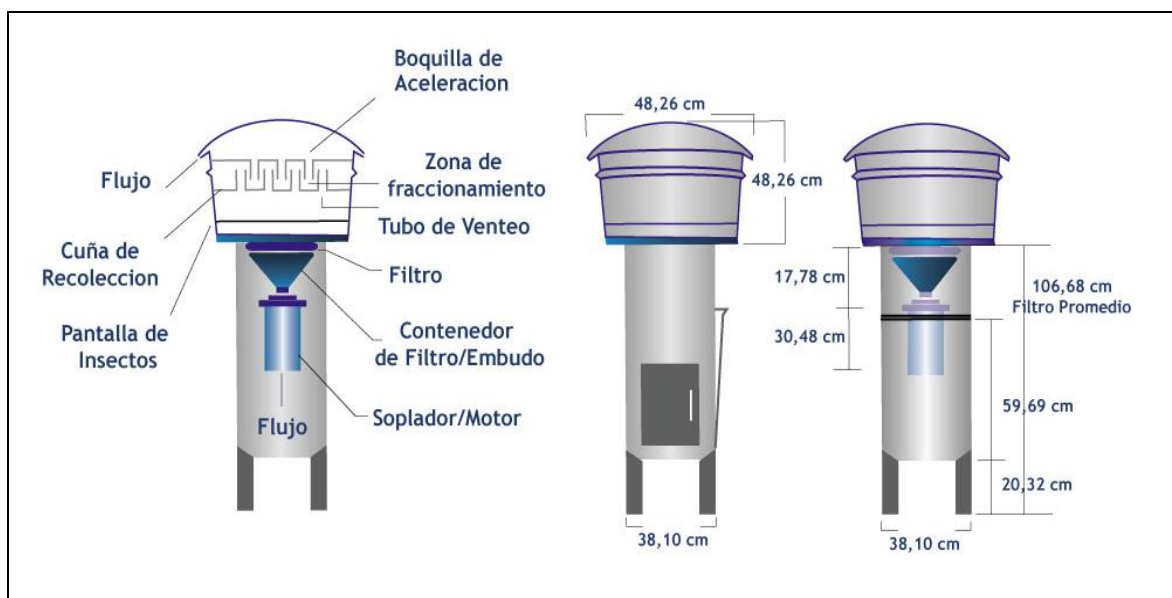

Figura 1. Muestreador Hi Vol PM10. Fuente: Manual de diseño del PMSCA.
**6.1.Método de Operación:** Un muestreador de alto volumen (muestreador activo) es un equipo que succiona una cantidad medible de aire ambiente hacia una caja de muestreo a través de un filtro durante un periodo de tiempo conocido, generalmente 24 horas (Ver Figura 1). El filtro es pesado antes y después para determinar el peso neto ganado. El volumen total de aire muestreado se determina a partir de la velocidad promedio de flujo y el tiempo de muestreo. La concentración total de partículas en el aire ambiente se calcula como la masa recolectada dividida por el volumen de aire muestreado, ajustado a las condiciones de referencia. Existen dos muestreadores de este tipo que se diferencian en su controlador de flujo, pueden ser de sistema MFC (controlador de flujo de tipo másico) o VFC (controlador de flujo de tipo volumétrico). En el SVCA de CORPOGUAJIRA se utilizan equipos o muestreadores de PM10 con controlador de flujo tipo másico (MFC).